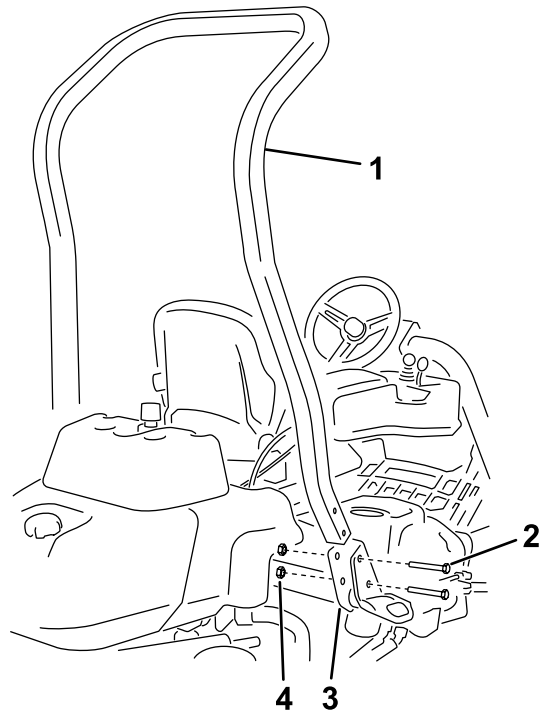

Figura 3
3. Utilize 4 parafusos e 4 porcas flangeadas para instalar a barra de segurança nos suportes ROPS em cada lado da máquina como ilustrado em Figura 3.